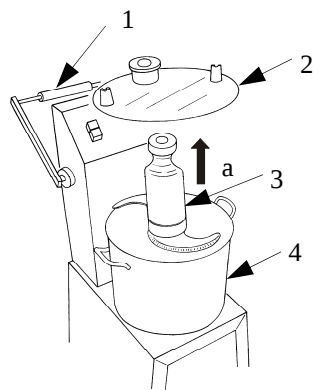

ABB. Nr. 9 - Wegnahme des Messerträgers
5.4 - MESSERSCHLEIFEN (siehe ABB. Nr. 9)